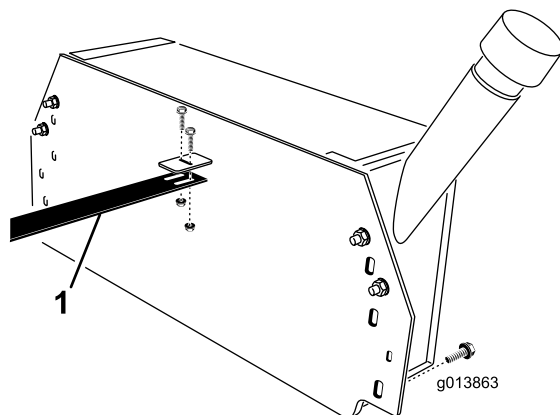

Figure 9
2. À l'aide de 2 boulons ( $\frac{1}{4}$ " x  $\frac{3}{4}$ ") et contre-écrous à embase, fixez le guide-flexible au support sur le réservoir hydraulique (Figure 9).